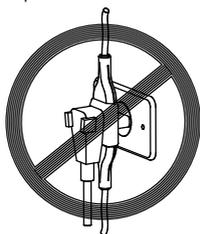

Fig. 17
- Em hipótese alguma, conectar outros aparelhos na mesma tomada [fig. 17].